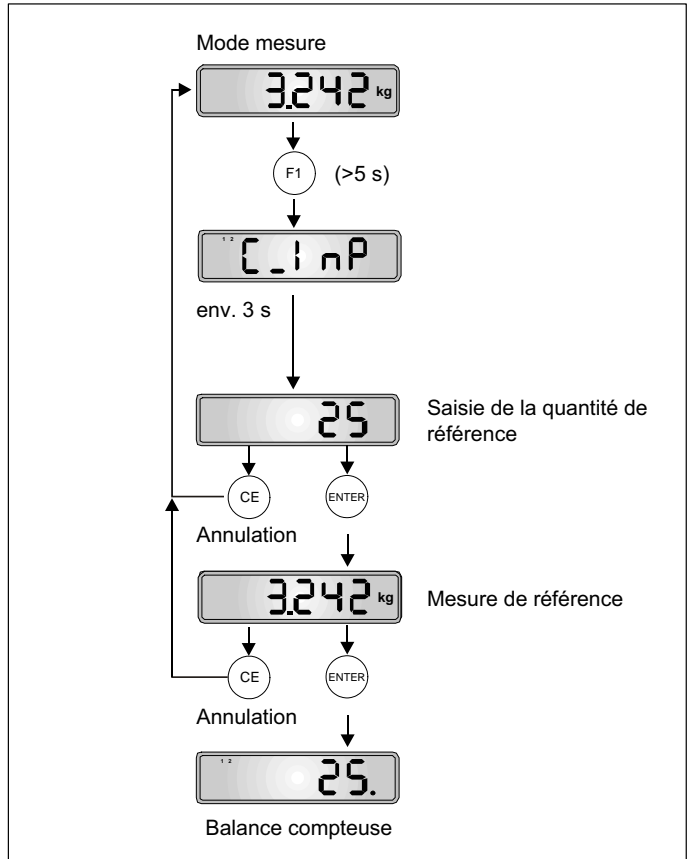

Fig. 17.1 Réglage de la balance compteuse (mesure de référence)
3. Utiliser l'appareil comme indiqué sur la *Fig. 17.1*. (La saisie de la quantité de référence se fait de la même manière que décrit au *chapitre 11.4.2, page 49*, pour la saisie des chiffres.) Pour terminer la saisie des chiffres, appuyer sur **“ENTER”**. La valeur de référence mesurée apparaît (= poids des pièces posées). En cas d'immobilité, enregistrer la valeur de référence en appuyant sur la touche **“ENTER”**. L'appareil passe alors en mode balance compteuse.